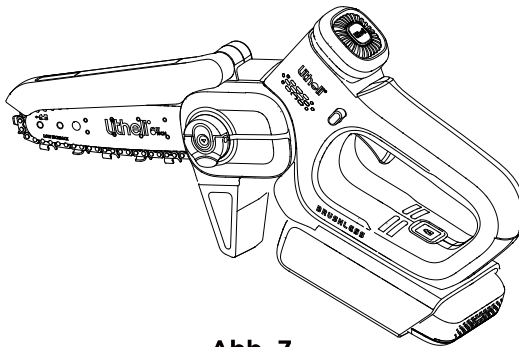

Abb. 7
5. Bringen Sie sie an und ziehen Sie die Kettenabdeckung fest, indem Sie den Feststellknauf der Kettenabdeckung im Uhrzeigersinn drehen, bis sie fest sitzt. Drücken Sie den Zugring nach unten, damit er einrastet. (Abb. 7)